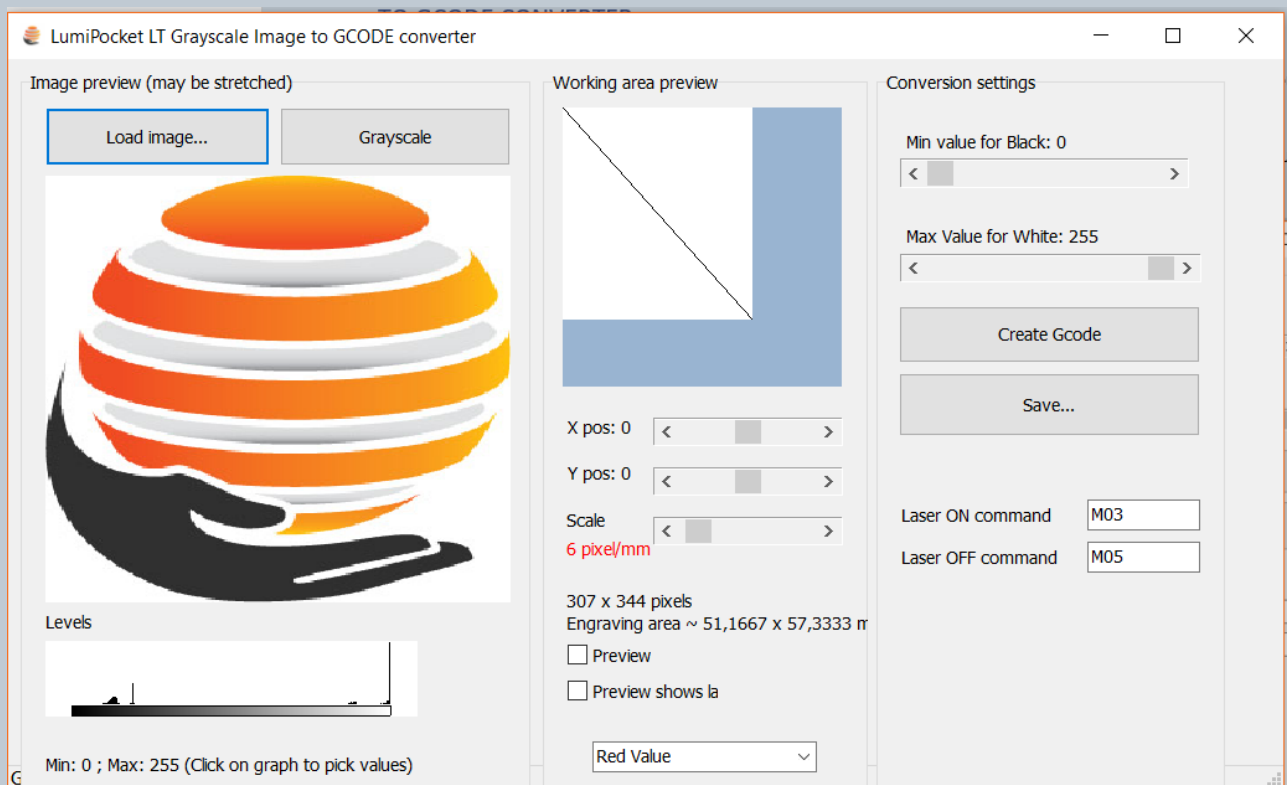

Fig. 68
- Cliccare su "Load Image" per caricare un file a colori o bianco e nero (B/N) con estensione **.bmp**. L'immagine verrà visualizzata in anteprima nello schermo nel lato sinistro. (Fig. 68)